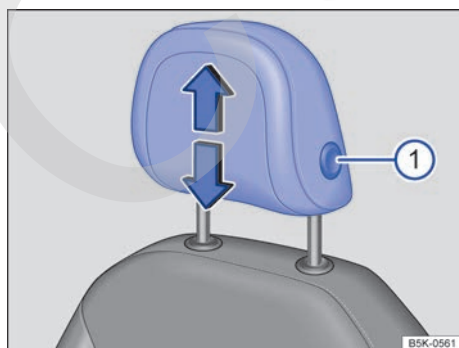

Fig. 64 Apoyacabezas delantero: ajustar.
- Mover el apoyacabezas hacia arriba o hacia abajo, en el sentido de la flecha, presionando el botón → fig. 64 ①. → ⚠ en *Introducción al tema* de la pág. 79